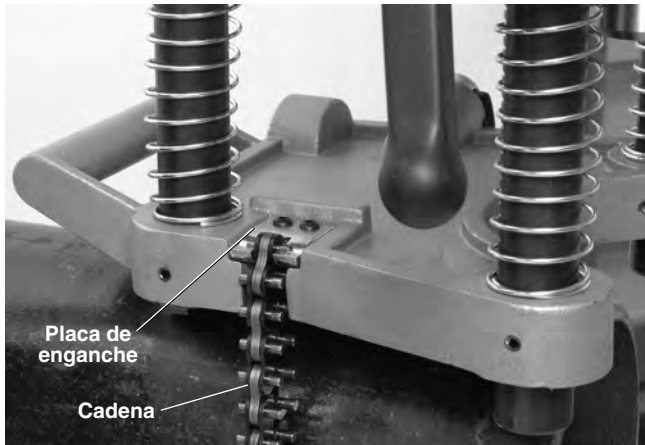

Figura 5 – Enganche de la cadena de la HC-450
- Mantenga en todo momento por lo menos una de sus manos sobre la Perforadora, con el fin de estabilizar y guiarla. Tome el extremo de la cadena y cíñala alrededor del tubo. Enganche el pasador de cadena más cercano en la placa de enganche y apriete el mango giratorio para sujetar la Perforadora al tubo (vea la Figura 5).